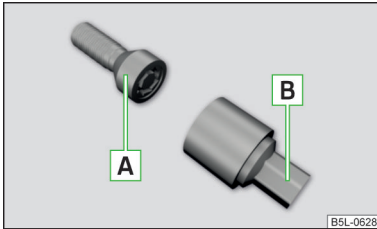

Abb. 232
Die Anti-Diebstahl-Radschrauben schützen die Räder vor einem Diebstahl. Diese lassen sich ausschließlich mit dem Aufsatzstück **B** » **Abb. 232 lösen/festziehen**.
- › Das Aufsatzstück **B** » **Abb. 232** bis zum Anschlag auf die Anti-Diebstahl-Radschraube **A** stecken.
- › Den Radschlüssel bis zum Anschlag auf die Radschraube stecken. Für die Anti-Diebstahl-Radschrauben das zugehörige Aufsatzstück verwenden » **Abb. 232 auf Seite 208**.